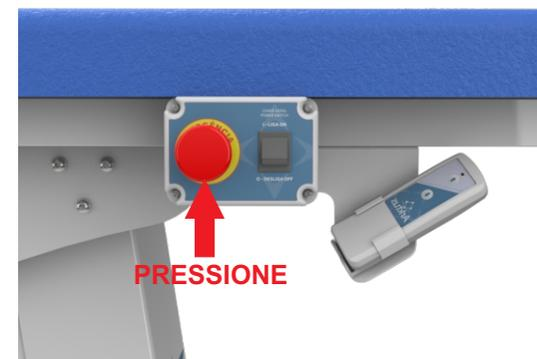

Figura 12
- 3 - Ambas as chaves de segurança funcionam da mesma maneira e para acionar qualquer uma delas basta pressioná-las de acordo com a **Figura 12** disposta ao lado;